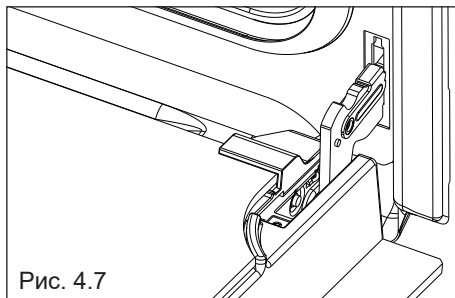

Рис. 4.7
- Полностью откройте дверцу духового шкафа (рис. 4.7).